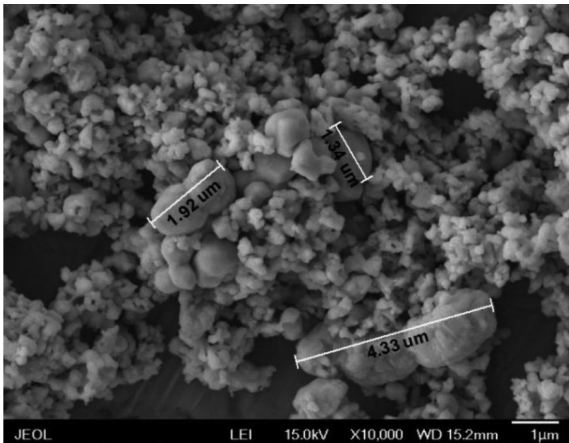

图 A.3 碳化钨粉末夹粗 (10 000 ×)
7.2.5 若在低倍视场下发现碳化钨粉末夹粗,放大到 $5\,000\times\sim 10\,000\times$ 观察碳化钨粉末夹粗,测量并记录碳化钨粉末夹粗的数量和尺寸,参见图 A.3。